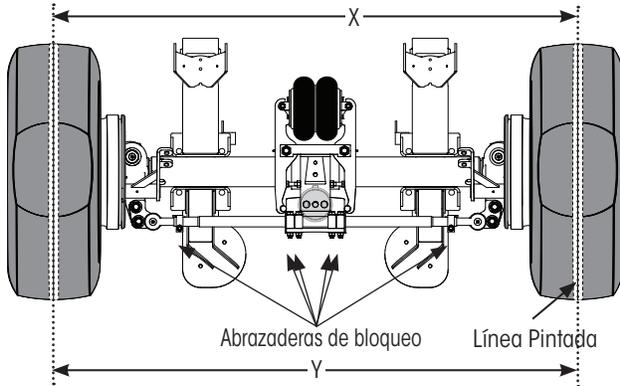

Figura 30: Mediciones de Toe (vista inferior)
3. Mientras gira la rueda, trace una línea delgada alrededor de la banda de rodadura de la llanta, círculo completo (Figura 30).
10. Afloje las abrazaderas de los extremos de la barra de dirección Figura 30. Omita este paso si ya están flojas.
- Verifique** $R1=R2\pm.09$ pulgadas (± 2.3 mm) (FIGURA 30: MEDIDAS DE TOE (VISTA INFERIOR) en página 23. **Apriete** los tornillos de la abrazadera del soporte de la barra de dirección (Figura 32) a 95±5 ft. lbs. (130±5 Nm) de torque.